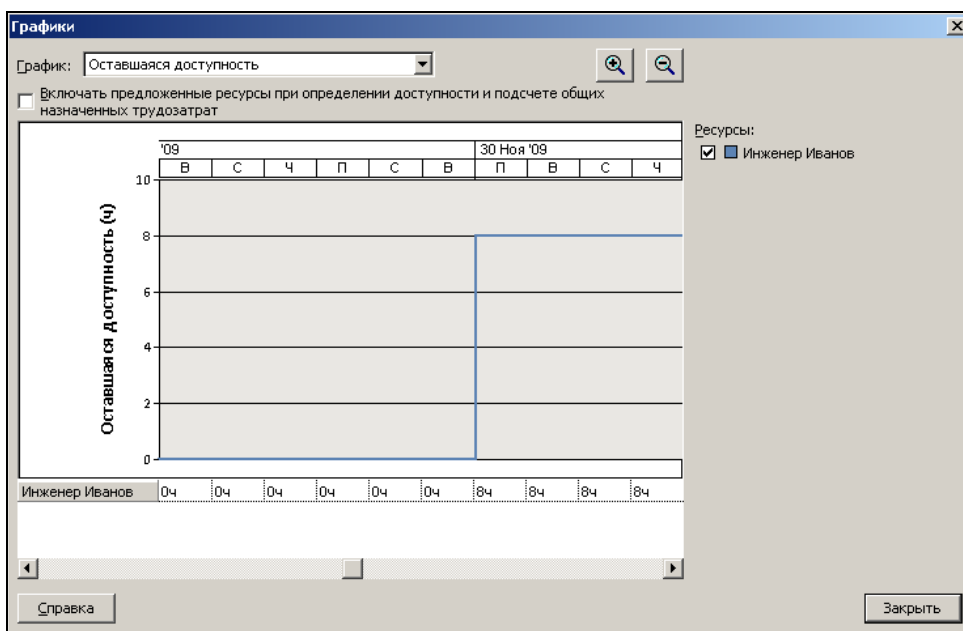

Рисунок 6.11 – Оставшаяся доступность
3. **Оставшаяся доступность** – отображение количества часов, в течение которых доступен выбранный ресурс в период, указанный на графике (см. рисунок 6.11).